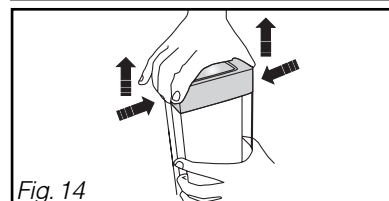

Fig. 14
- Appuyez simultanément sur les 2 côtés de la partie haute du réservoir et déclipsez le couvercle (Fig. 14).